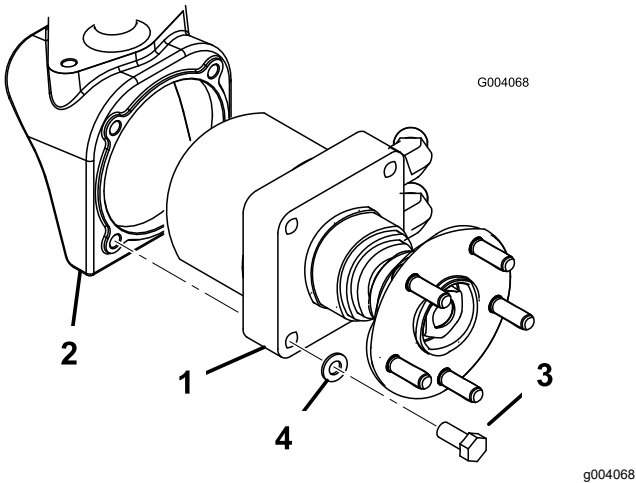

Figure 3
6. Montez le moteur de roue correspondant dans chaque logement sur la roue au moyen de 4 boulons (1/2 x 2-1/4 po) et rondelles freins (1/2 po) (Figure 3). Serrez les boulons à un couple de 95 à 108 N·m.